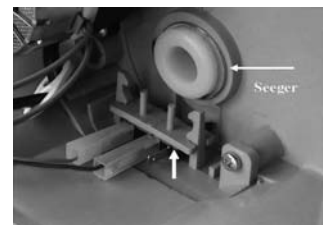

Fig. 12
il box e verificare l'integrità delle parti in plastica di sostegno al micro switch (Fig. 12).
- Micro switch danneggiato. Aprire il box e verificare (Fig. 12): l'integrità del micro switch; il suo corretto posizionamento; il corretto posizionamento dei morsetti; l'integrità dei fili di collegamento; l'integrità della leva di azionamento del micro switch.
- La camma è fuori posizione. Aprire il box (Fig. 12) e verificare che il seeger metallico che trattiene la camma sia integro e ben posizionato nel suo alloggiamento. Verificare che la camma azioni la leva del micro switch (ruotandola a mano).
In fig. 12 sono ben visibili il micro switch, i suoi particolari meccanici di fissaggio e comando, e i morsetti di collegamento con il controller.